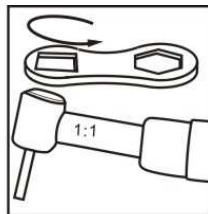

Fig. 5.2
- (2) Usar la llave adjunta para retirar la tapa [Fig.5.2].
- (3) Usar la fresa para sacar el cartucho.
(4) Insertar el nuevo cartucho en el cabezal de la pieza de mano, asegurándose de que la pequeña parte alzada queda bien alineada con el frontal del cabezal para que encajen bien.